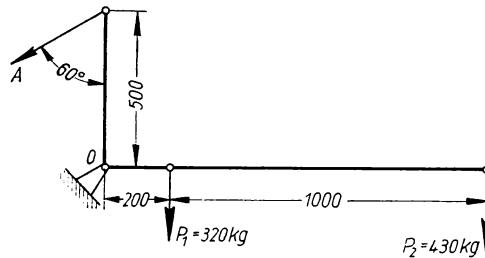

Bild 207
- 333.** An dem waagerechten Arme eines Winkelhebels nach Bild 207 greifen die Kräfte $P_1 = 320 \text{ kg}$ und $P_2 = 430 \text{ kg}$ an. Zeichnerisch und rechnerisch soll ermittelt werden a) die Kraft A , welche an dem senkrechten Arme des Hebels unter 60° Neigung wirken muß, um Gleichgewicht zu halten; b) die Belastung des Drehzapfens O .